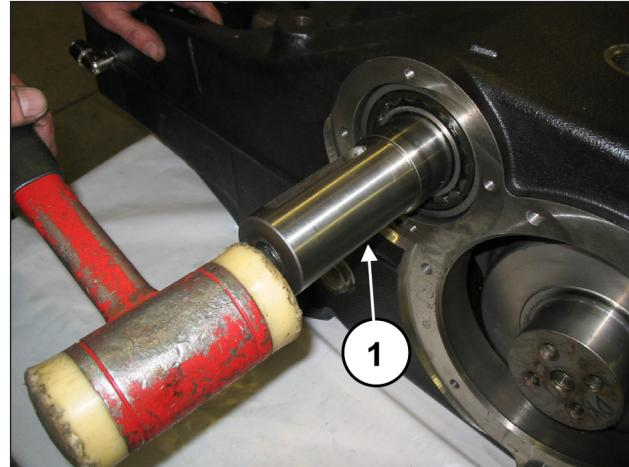
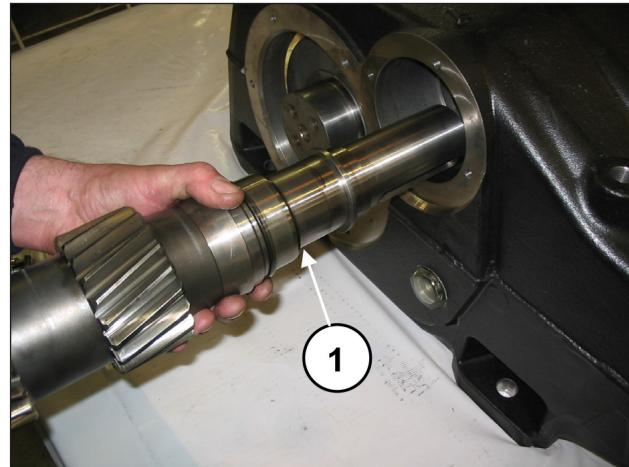

Рис. 31
Рис. 32
С помощью ударной массы (поз. ①, Рис. 31) извлеките вал ВОМ с любой стороны (поз. ①, Рис. 32).